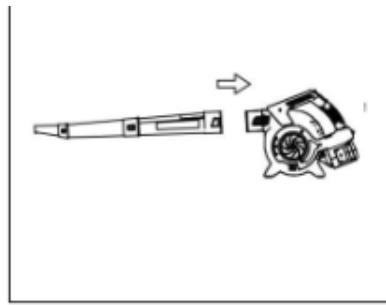

Fig.3
- Теперь вставьте воздуходувку (5) в воздуходувное отверстие корпуса двигателя (1), пока воздуходувка (5) не защелкнется на месте. (рис. 3).
- Разберите воздуходувку (5), нажав на кнопку блокировки (6) и сняв воздуходувку.